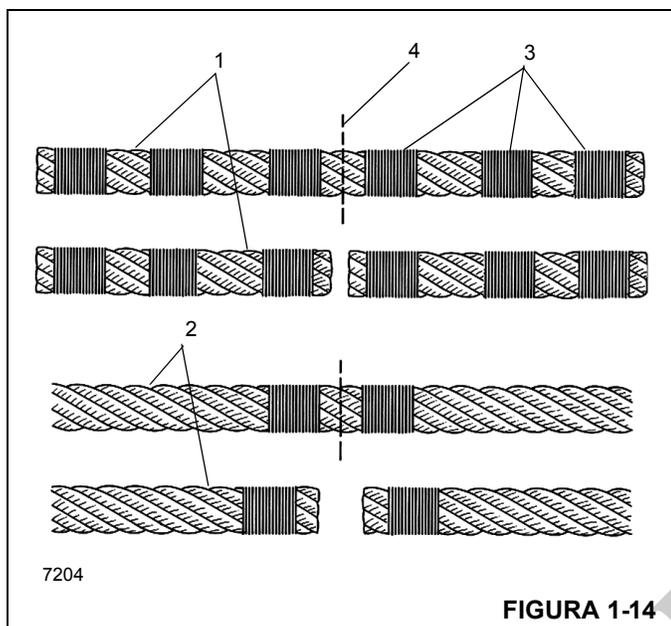

FIGURA 1-14
NOTA: Los cables no prefabricados (1) Figura 1-14 deben tener tres sujeciones (3) ubicadas en cada lado del corte (4) comparado con el cable prefabricado (2).